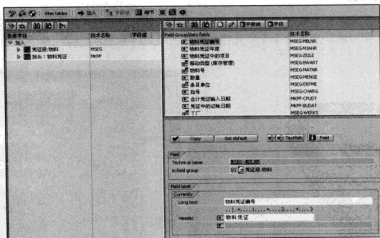

图 12-13 生成数据源
STEP 4 数据源设置完成后单击“返回”按钮，在弹出的“字段组”对话框中选择“包含所有表字段”、“包含关键字段”或“不包含字段”等选项，系统将进入“生成数据源”界面，如图 12-13 所示。在此界面中用户可以从左边的数据库表中选择字段，拖到右边的“Field Group /data Fields”中，在界面右下栏中能够设定字段的显示标题。将需要的字段添加到字段中后，保存并生成该数据源。